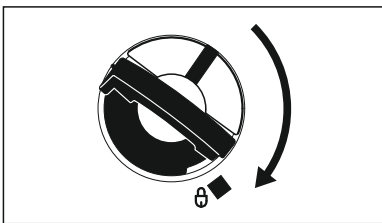

Рис. 45
- Запорное устройство бака держать нажатым и одновременно поворачивать по часовой стрелке, пока оно не зафиксируется (рис. 45).